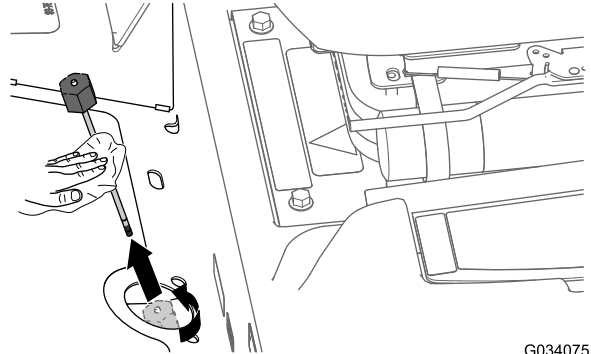

Bild 78
2. Entfernen Sie den Peilstab (Bild 78) aus dem Füllstutzen des Getriebegehäuses und wischen ihn mit einem sauberen Lappen ab.